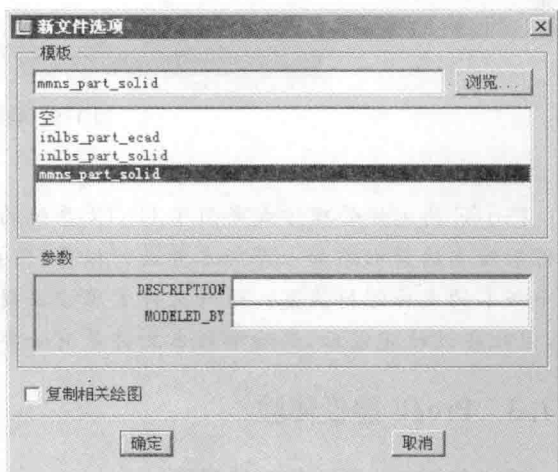

图 1-12 【新文件选项】对话框
(2) 出现【新文件选项】对话框,选用 mmns_part_solid 模板,如图 1-12 所示,单击【确定】按钮。